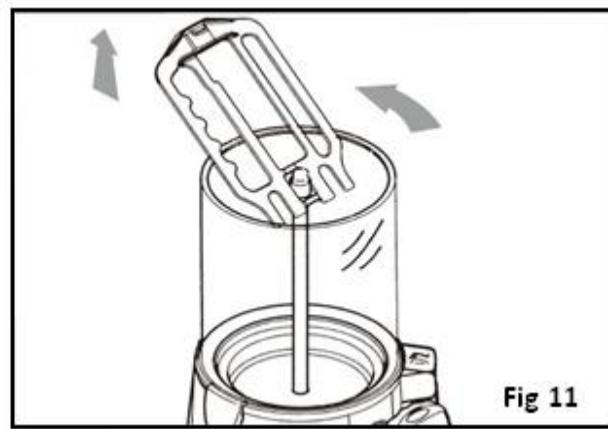

Fig 11
- Inclinare il miscelatore e estrarlo, come illustrato nella Fig. 11, per rimuoverlo completamente.